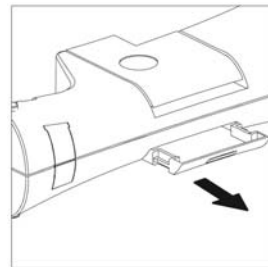

Bild 10
- 3 Entnehmen Sie nach dem Vorgang den Auffangbehälter und leeren Sie ihn (Bild 10).